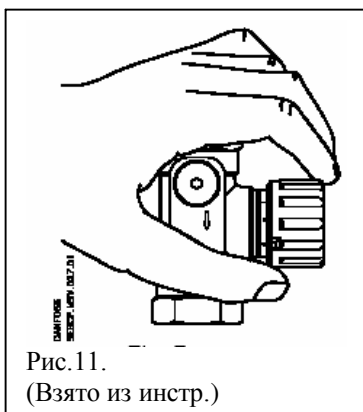

Рис. 11.
- повернуть рукоятку клапана в требуемое положение, например, в позицию „2,9“ по шкале настройки (рис.11);